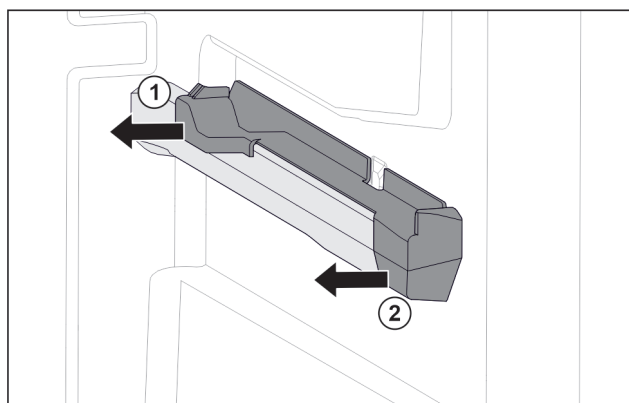

Fig. 82 Élément emboîtable sur la nervure de récipient droite
- ▶ Le retirer sur le côté par l'arrière. Fig. 82 (1)
- ▶ Le retirer sur le côté par l'avant. Fig. 82 (2)